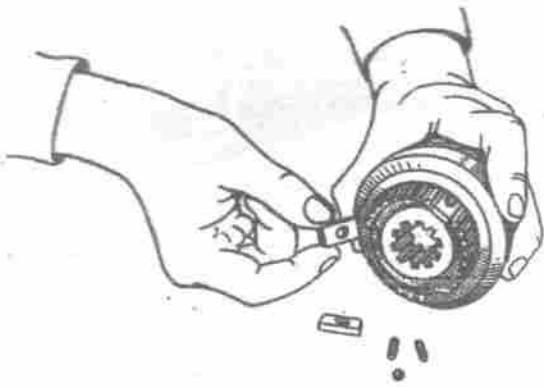

Bild 102. Zusammenbau der Synchronisierereinrichtung
2. Drei Federn, drei Steine, drei Kugeln in die Nabe einlegen, Schaltmuffe auf Nabe aufsetzen, wobei der längere Nabenteil zur abgeschrägten Stirnseite der Muffe zu richten ist (Bild 102).